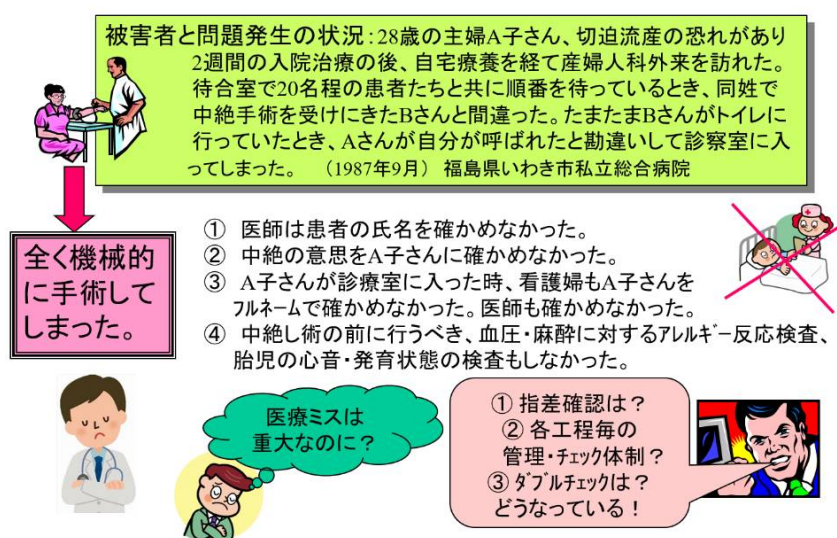

図3-9 人違い中絶手術に見る手順上の問題
ません。だが、この見解は間違えです。図 3-9 をご覧下さい。この図の内容に似た医療ミスが、今まで、時々報道されてきましたが、HE は手順の中で起きます。要は、学歴や経験などに関係なく、①やるべき事項をやらなかった。②やっではない行為を行った。③『指差し+呼称確認+W チェック』をしなかった、という時に起きるためです。